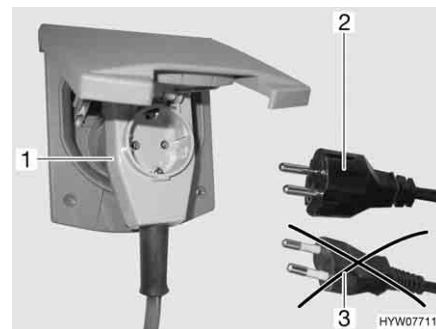

Fig. 80 Collegamento ad un connettore ad angolo provvisto di presa
- Se si impiega un connettore ad angolo CEE 17 provvisto di una presa integrata sulla parte posteriore (Fig. 80,1), utilizzare esclusivamente una spina IP 44 gommata e sigillata con contatto di terra (Fig. 80,2). Non utilizzare spine senza contatto di terra (Fig. 80,3). Pericolo di scarica elettrica!